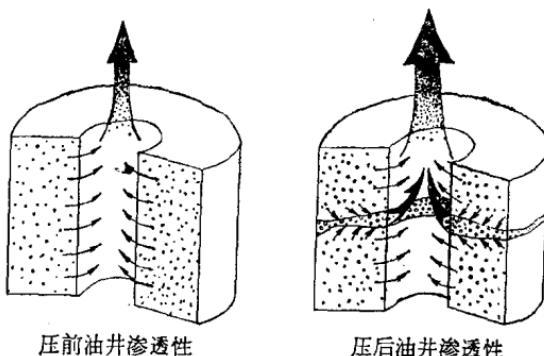

图 2 压裂前后渗透性的变化
(1) 改造渗透率低的油层 渗透率低的油层，油井的产量也低。例如我国有一个油田的油层岩石很致密，致密得象磨刀石那样，渗透率只有 0.1 毫达西左右，虽然地下石油储量较丰富，但采用一般方法很难开采出来。采用压裂技术，在油层中压开新裂缝，或者延伸和扩大原有的裂缝，并且在裂缝中填入一定数量的支撑剂（如砂子）。由于支撑剂之间的排列，要比经过千万年形成的岩石结构疏松得多，这样就提高了油井周围油层的渗透率，达到增产石油的目的，如图 2 所示。